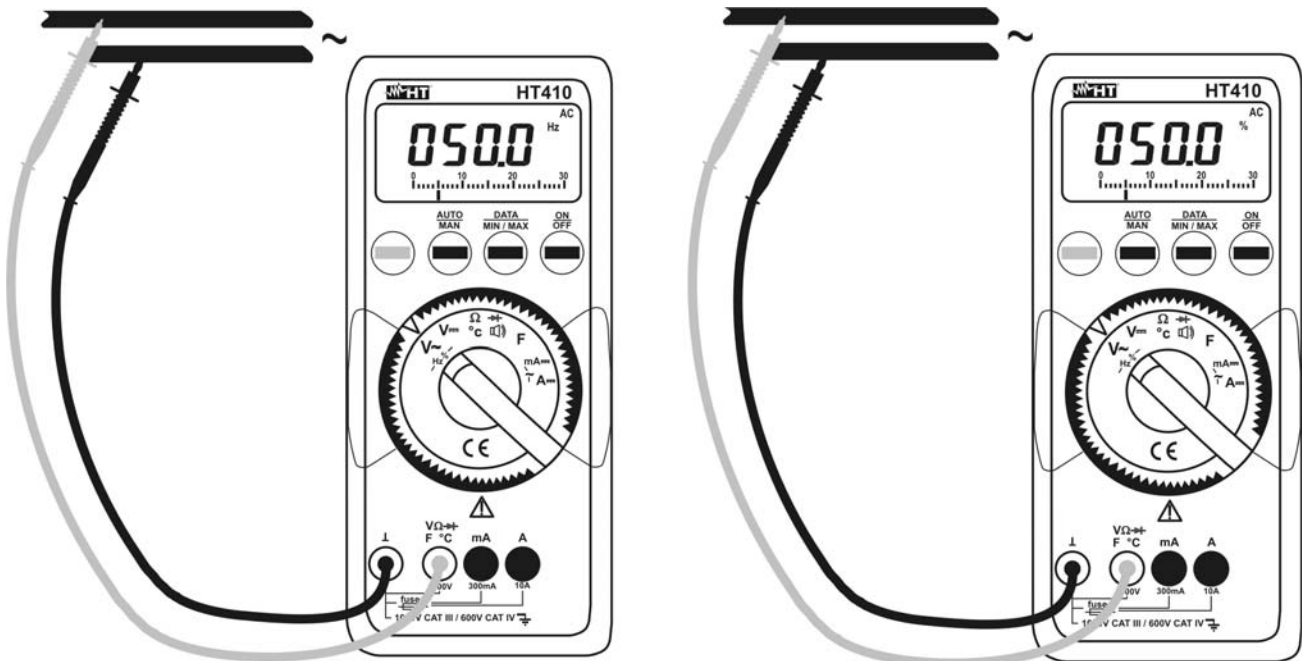

Abb. 5: Messung von Frequenz und Tastverhältnis
3. Verbinden Sie die Messleitungen wie folgt, die rote in die $V\Omega \rightarrow F^{\circ}C$ Buchse und die schwarze in die L Buchse (Abb. 5).
4. Verbinden Sie die rote und schwarze Messleitung mit den jeweiligen Polen des Testobjektes (siehe Abb.4). Der Frequenzwert (Abb.5 links) bzw. das Tastverhältnis (Abb. 5, rechts) wird automatisch angezeigt.